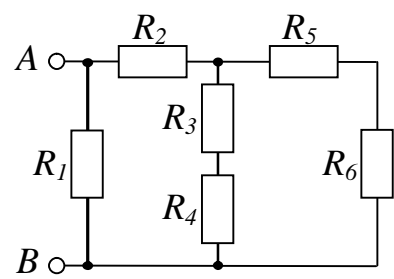

Рис. 1.10
**1.28.** На рис. 1.10 подана схема електричного кола, де  $R_1 = R_2 = 15$  Ом,  $R_3 = R_6 = 20$  Ом,  $R_4 = R_5 = 17,5$  Ом. Визначити еквівалентний опір кола між затискачами.